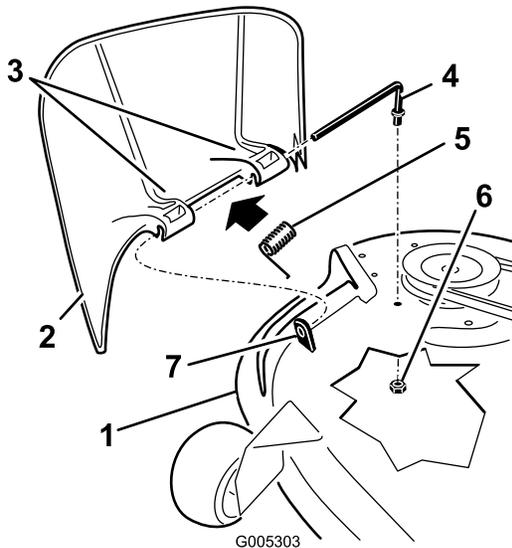

Figura 57
1. Retire la tuerca ( $\frac{3}{8}$ " ) de la varilla (debajo del cortacésped) (Figura 57).
2. Retire la varilla del espaciador corto, muelle y deflector de hierba (Figura 57).
4. Vuelva a colocar el deflector de hierba (Figura 57).
7. Deslice la varilla por el segundo soporte del deflector de hierba (Figura 57).
9. Sujete el extremo trasero de la varilla al cortacésped con una tuerca ( $\frac{3}{8}$ " ), según se muestra en Figura 57.